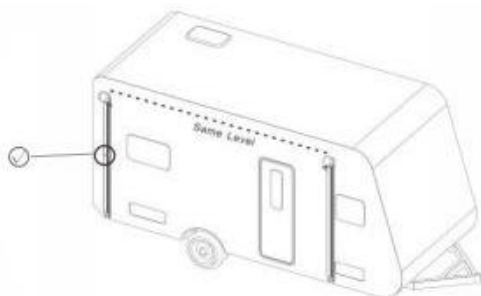

Figure C5
3.2 Befestigen Sie den pneumatischen Klapparm mit Schraube C. (Abbildung C 4) , wobei darauf zu achten ist, dass die linken und rechten Klapparme vertikal ausgerichtet sind und sich auf gleicher horizontaler Höhe befinden. Nach der Montage den Arm zurückschieben und fixieren. (Abbildung C5)